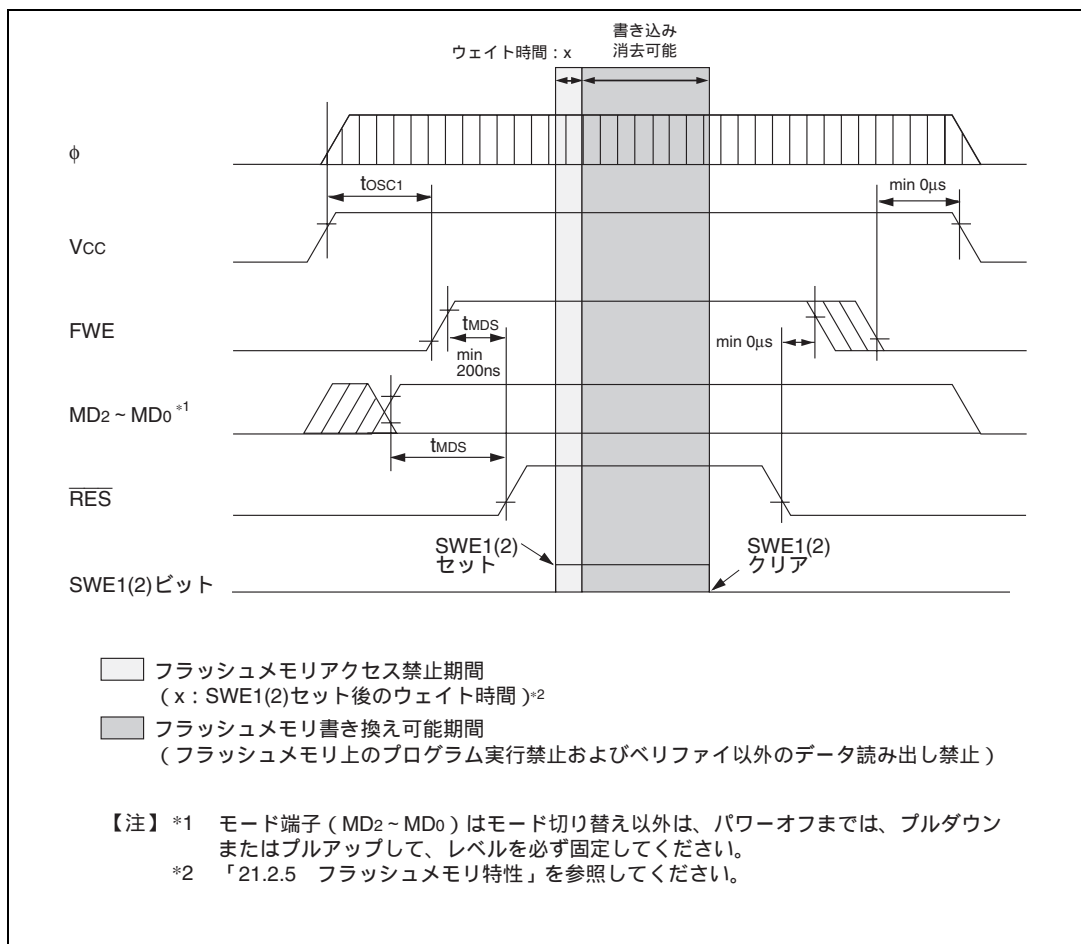
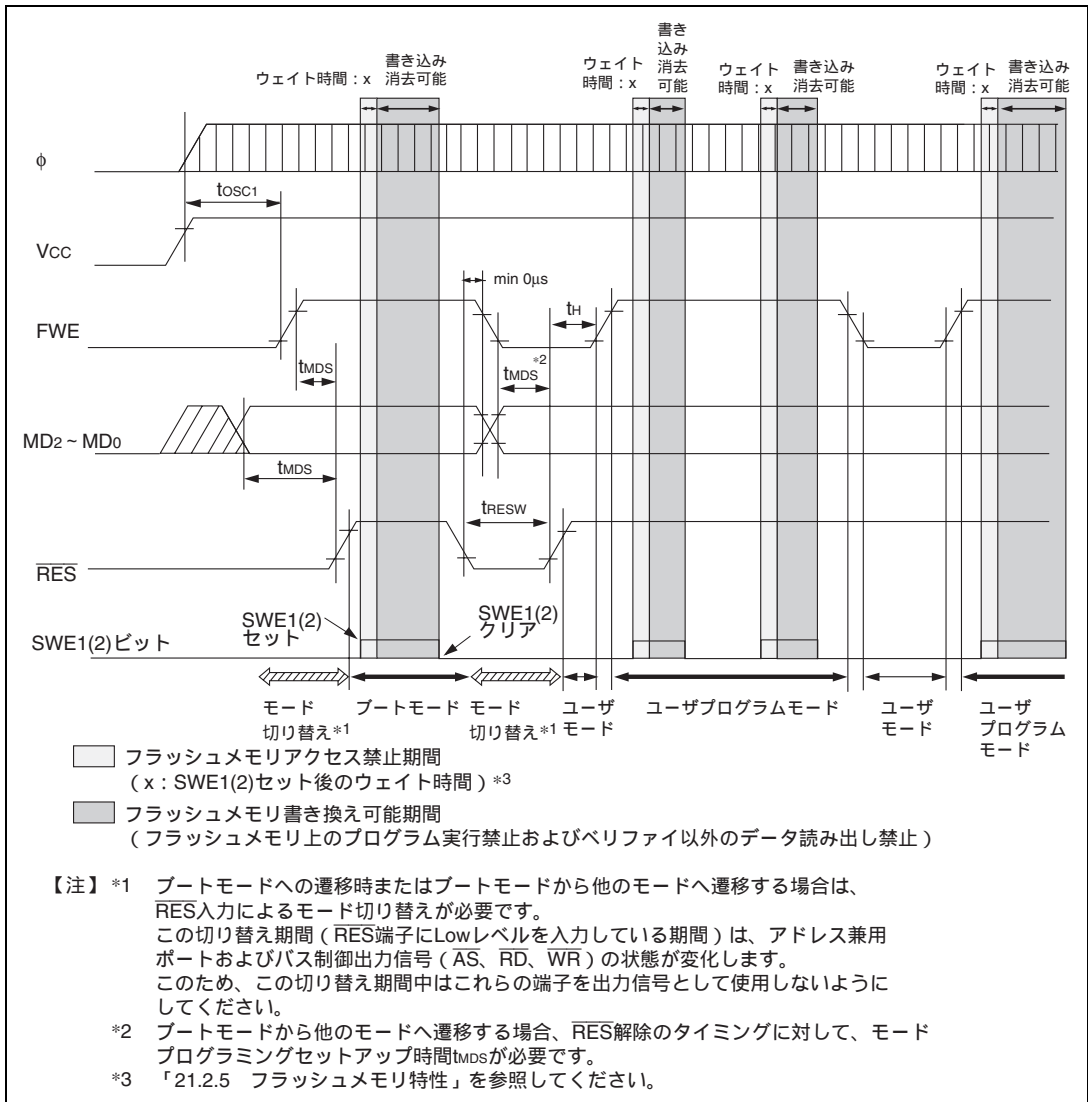

図 18.17 電源投入/切断タイミング (ブートモード)
図 18.19 モード遷移タイミング
- (2) 電源投入/切断時の注意 (図 18.17 ~ 図 18.19 参照)
(3) FWE 端子の印加 / 解除の注意 (図 18.17 ~ 図 18.19 参照)